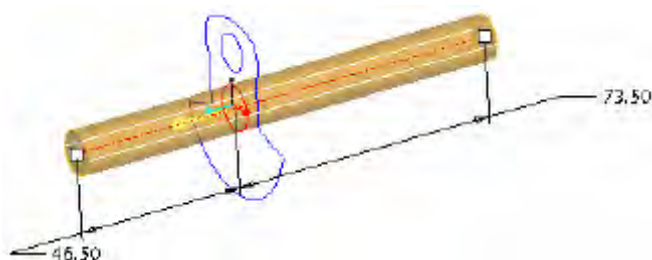

Рис. 3.8. Создание коренной шейки вала дрели
13. Курсором перемещайте маркеры глубины, затем в графическом окне введите окончательные значения 46.5 и 73.5, как показано на рис. 3.8.